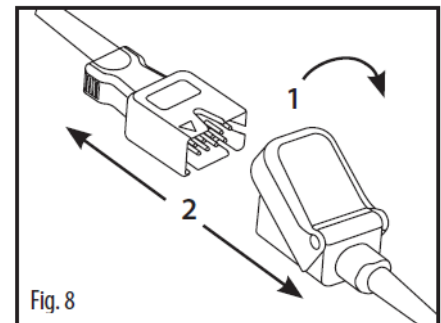

Fig. 29 Trennen des LNCS-Sensors vom LNC-Patienten kabel
Siehe Bild 8 in Fig. 29: Heben Sie die Schutzabdeckung an, um Zugang zum Sensoranschluss (1) zu erhalten. Ziehen Sie fest am Sensorstecker, um ihn vom Patienten kabel (2) zu trennen.